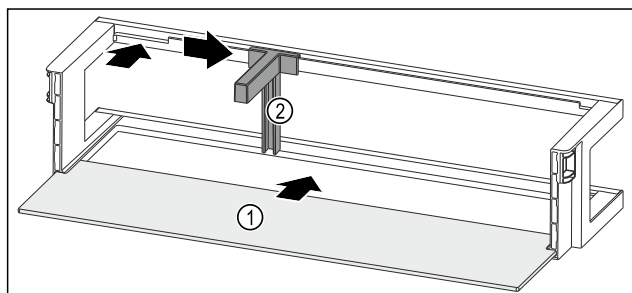

Fig. 119 Raft montat pe ușă cu raft
- ▶ Împingeți în interior raftul Fig. 119 (1) în degajările laterale.
- ▶ Introduceți suportul pentru sticle Fig. 119 (2) în degajare.
- ▶ Împingeți în lateral suportul pentru sticle Fig. 119 (2) în poziția dorită.